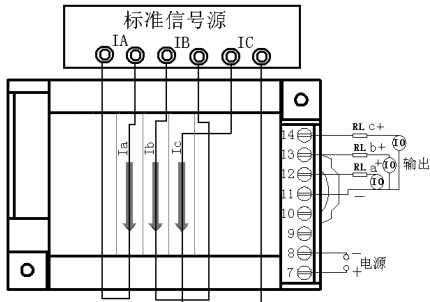
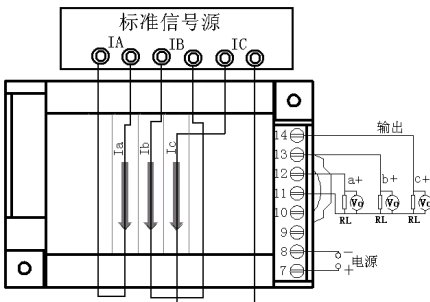

图 4、IJ31 电流输出产品精度试验接线图
图 5、IJ31 电压输出产品精度试验接线图
1、根据变送器端子定义，按图 4（或图 5）示连接验证电路。